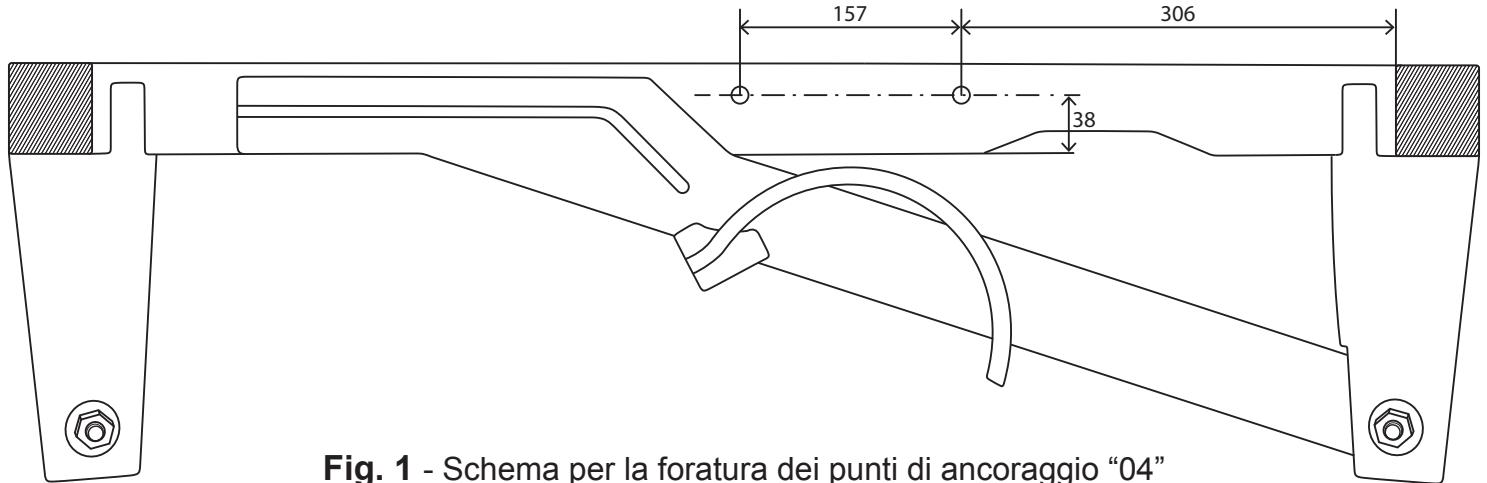
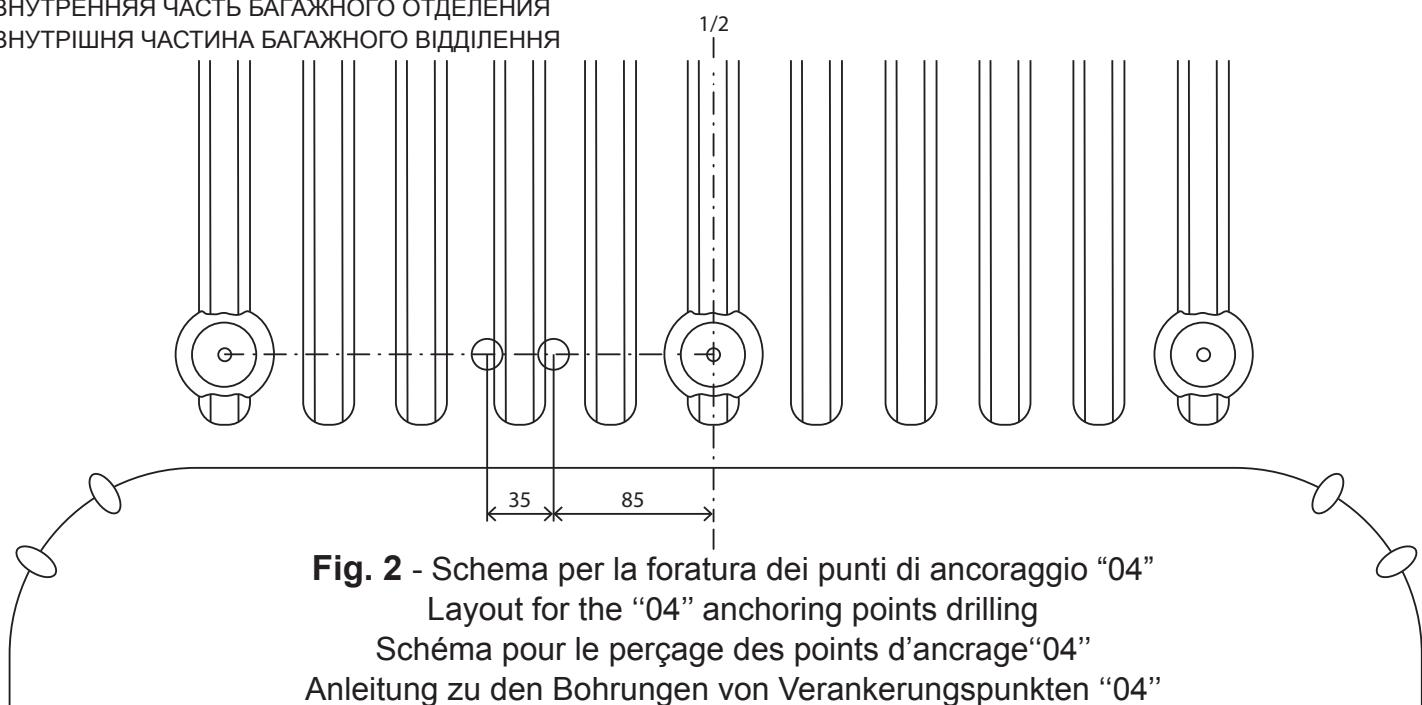

Fig. 1 - Schema per la foratura dei punti di ancoraggio "04"
Fig. 2 - Schema per la foratura dei punti di ancoraggio "04"
7. Sich an dem beigelegten Schema richten und die Löcher "4" (Abb. 1) und "3" (Abb. 2) mit Ø 10,5 mm bohren.
7. В соответствии со схемой приложения сделать сквозные отверстия Ø10,5 мм согласно точкам «4» (Рис.1) и «3» (Рис.2).
7. У відповідності зі схемою додатку зробити насірізні отвори Ø10,5 мм відповідно до місць «4» (Рис.1) та «3» (Рис.2).